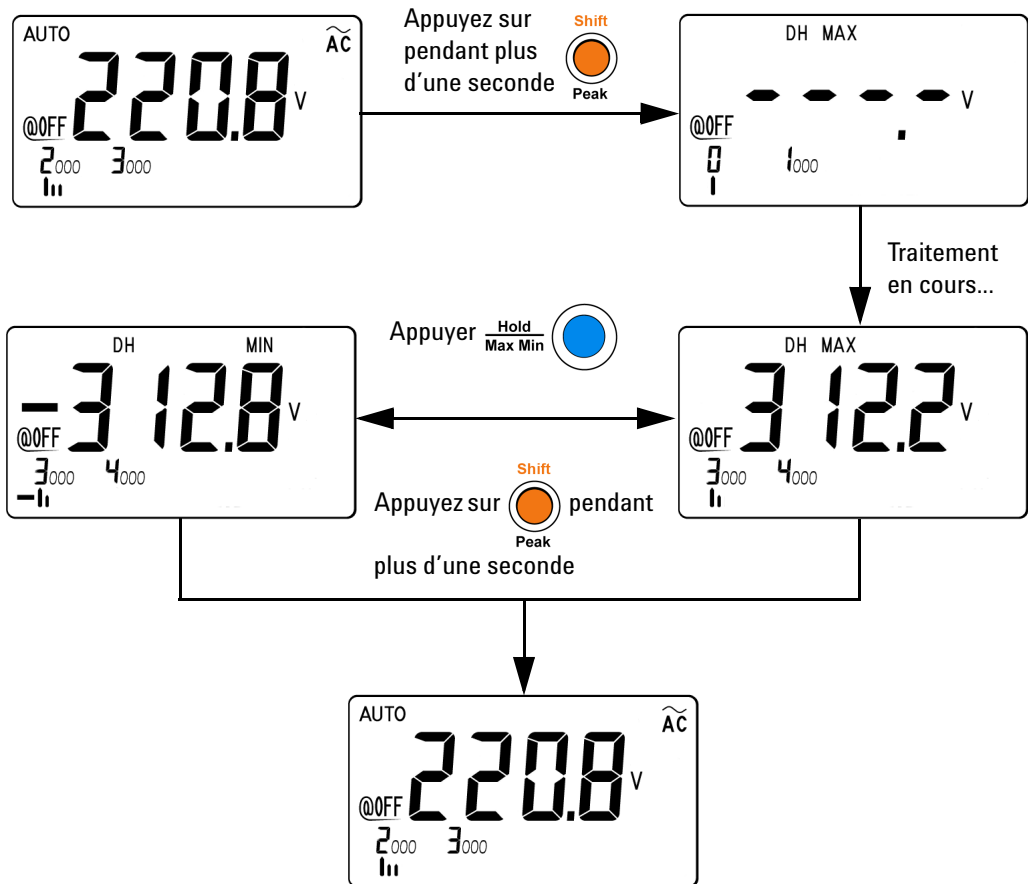

Figure 3-4 Fonctionnement en mode de gel de valeur de crête 1 ms
- 4 Dans l'exemple de mesure illustré à la Figure 3-4 à la page 43, le facteur de crête est $312,2/220,8 = 1,414$.